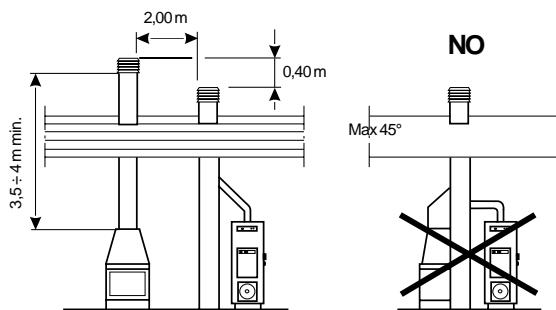

Fig. 5.2.3
- Le dimensioni della **CANNA FUMARIA** dovranno essere conformi a quanto riportato nella scheda Tecnica (tiraggio medio 12 Pa con portina chiusa). È consigliabile l'uso di canne fumarie coibentate in refrattario o in acciaio inox di sezione circolare, c o n pareti interne a superficie liscia (Fig. 5.2.1). La sezione della canna fumaria dovrà mantenersi costante per tutta la sua altezza. Si consiglia un'altezza minima di 3,5÷4 m (vedi Fig. 5.2.3). È opportuno prevedere, sotto l'imbocco del canale da fumo, una camera di raccolta per materiali solidi ed eventuali condense.